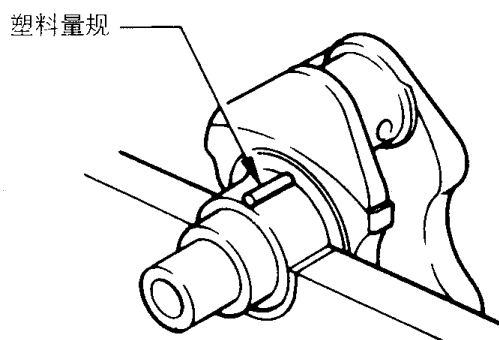

图 2-106 塑料量规的放置
(1) 从曲轴主轴颈和主轴承内表面清除油污润滑脂和其他任何杂物。
(2) 安装曲轴。
(3) 切一段塑料量规，使其长度与主轴承的宽度相同，将它放在主轴颈上，放的位置要与主轴颈中心线平行（图 2-106）。